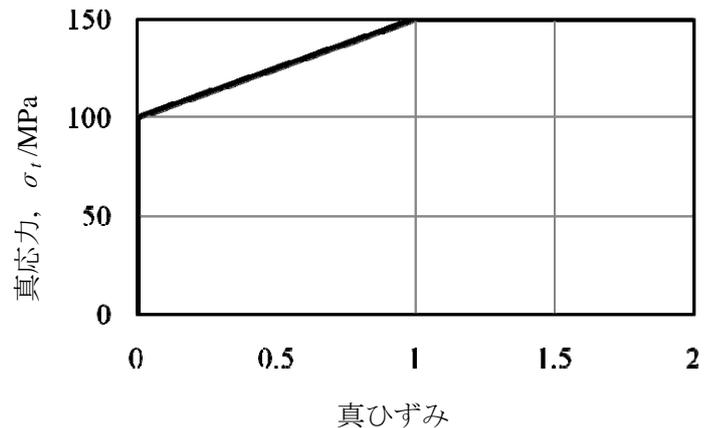

図1 金属Aの真応力 vs. 真ひずみ関係
- ① 製品の面積が大きくとれる加工法はどれか。
- ② 寸法精度・表面性状のよい加工法はどれか(ただし他の加工法を組み合わせないとする)。
- ③ 製品から引張試験片を多数採取して試験したとする時、伸びのばらつきが少ない加工法はどれか。
2.  $d_0$ (直径)=50mm、 $L_0$ (長さ)=1000mmの金属Aの丸棒がある。これを塑性加工により直径20mm( $=d_1$ )の丸棒にしたい。どのような加工法が適当か。加工法を2つ挙げよ。各々について、①名称、②概略の説明(3行以内)、③模式図を、示すこと。ただし、単軸引張は加工法とはみなさないものとする。
3. 金属Aのヤング率 $E$ は200GPa ( $2 \times 10^{11}$ Pa)で、真応力 vs. 真ひずみ関係は図1に示す通りである。以下の問に答えよ。ただし回答途中に必要ならば、 $e=2.7$ 、 $e^2=7.4$ 、 $\ln 7=1.9$ 、 $\ln 4=1.4$ 、 $\ln 2=0.69$ を用いよ。
- (1) 巨視的な説明を、次の2通りの形で行え。
- ① 元の高さ $h_0$ の3個の軟鋼円柱塊から、冷間圧縮により、高さの異なる3種類の円柱塊(高さ: $h_1$ 、 $h_2$ 、 $h_3$ )を作り、圧縮後の各円柱塊および元の円柱塊の硬さを比べる。
- ② 図1の真応力 vs. 真ひずみ関係を用いる。
- (2) 加工硬化の機構を設問4で挙げた格子欠陥に関係づけて微視的に説明せよ。